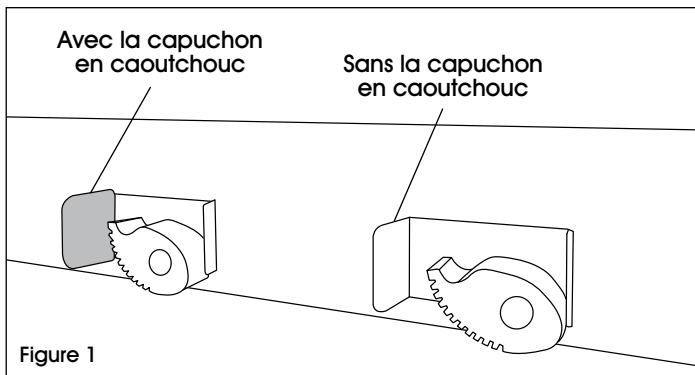

Figure 1
3. Si votre manche tend à glisser et n'est pas bien bloqué contre la came, placez l'un des capuchons en caoutchouc fournis sur l'extrémité en acier du support à came (directement en face de la came en caoutchouc) et répétez les étapes 1 et 2. (Voir Figure 1)